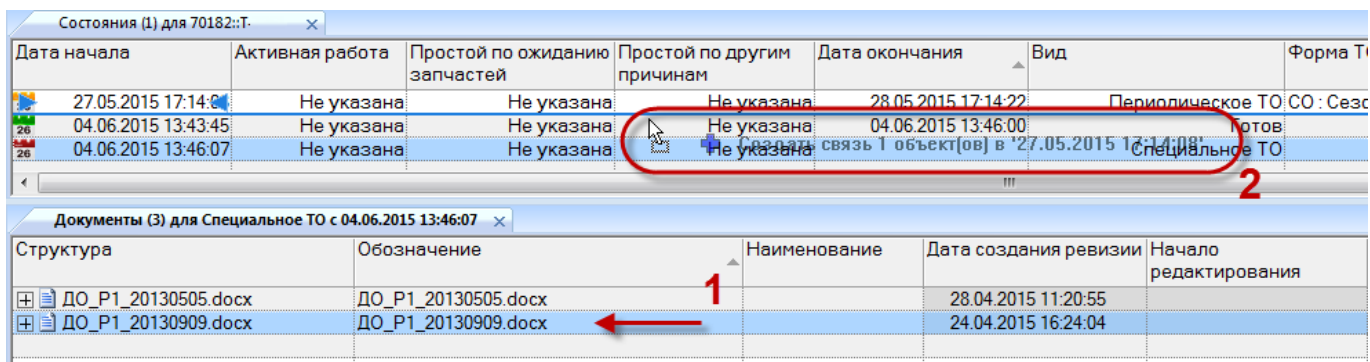

Рис. 28-25 – Перемещение документа к другому состоянию
- 5) Выбрать наименование документа в окне связанных объектов «Документы» для состояния и переместить в рабочее окно «Состояния» на другое состояние (1 и 2 на рис. 28-25), затем отпустить левую кнопку мыши.